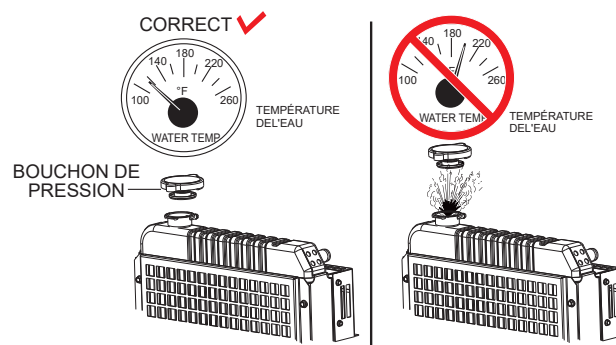

Figure 65. Retrait du bouchon de pression du radiateur
- N'enlevez le bouchon de pression du radiateur (Figure 65) que si la température du liquide de refroidissement est inférieure à 50°C (120°F).